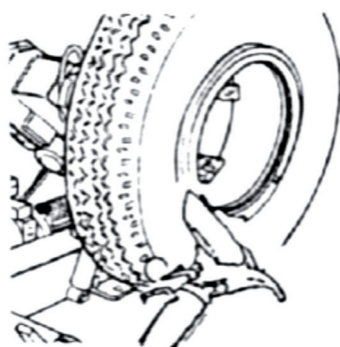

Рис. 22.
5. Установите открытое кольцо на обод с помощью монтажного ролика (рис. 22).